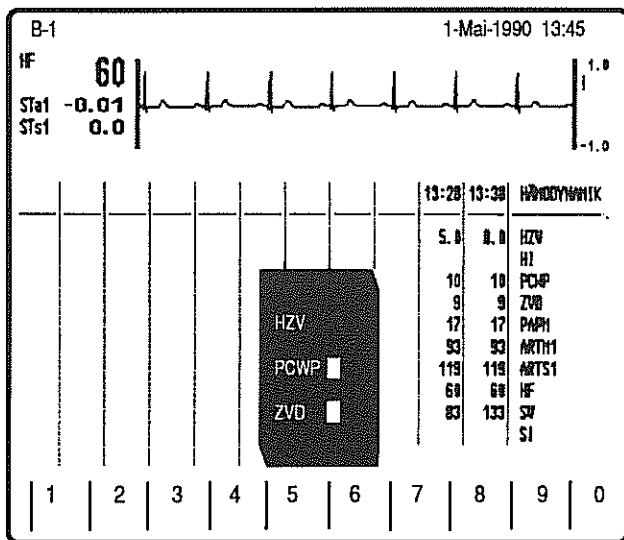

Bild 21
- * Möchten Sie einen HZV-Wert von Hand eingeben, so drücken Sie die Taste **F5 Eingabe**. Sie öffnen damit ein Fenster und in der Soft-key-Zeile erscheinen die Zifferntasten von 1...0 zum Eingeben der Meßwerte (Bild 21).